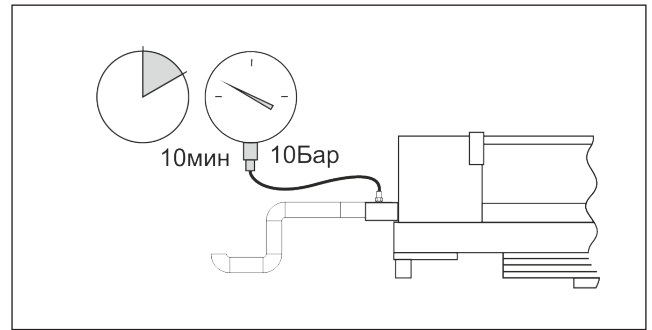

Рис. 13.1
1. Заполните теплообменник воздухоохладителя, а также узел TPV и узел соединения коллектора воздухоохладителя с линией всасывания сухим азотом или иным нейтральным газом до давления 10 бар и оставьте минимум на 10 минут (Рис. 13.1).